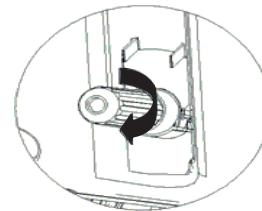

Fig.8
- Un clic segnala che la cartuccia è stata perforata. In tal modo il gas può fluire nel fusto (fig.8).